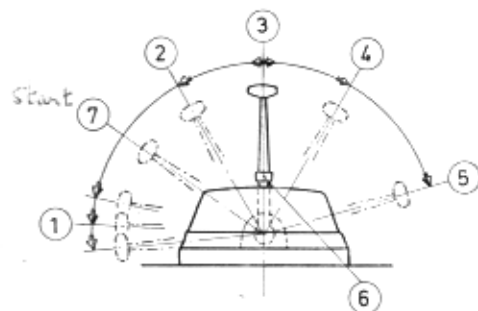

Abb. 8 Teleflex-Bedienung
- 2 Bedienungshebel in Neutrallage führen. Bedienungshebel mit der Auskupplungssperre auskuppeln, so daß nur die Motordrehzahl beeinflußt wird. Den Hebel so stellen, daß  $\frac{1}{4}$  der Höchstdrehzahl erhalten wird, siehe Abb. 8.
ALBIN AD-21 ist mit einem Federband-Wendegetriebe versehen, das kleine Bedienungskraft erfordert und den Einbau einer sog. Einhebelbedienung ermöglicht. Durch Verwendung dieser Einhebelbedienung werden die Motordrehzahl und das Wendegetriebe mit einem einzigen Hebel geregelt (Abb. 8).